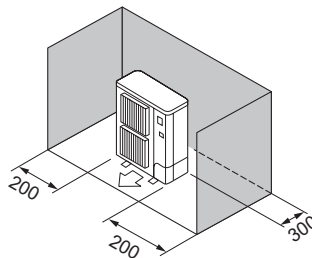

Fig. 2-5
③ Obstacles à l'arrière et sur les côtés (Fig. 2-5)